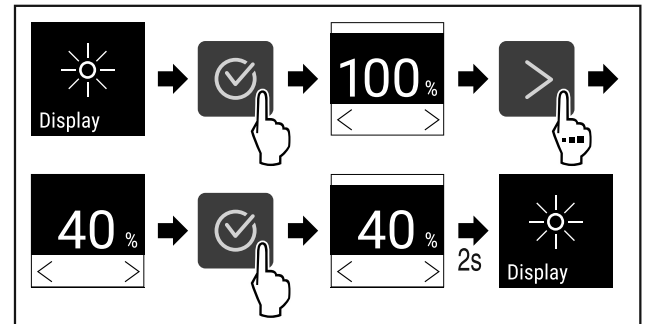

Fig. 77
- ▶ Handlungsschritte (siehe Fig. 77) durchführen.